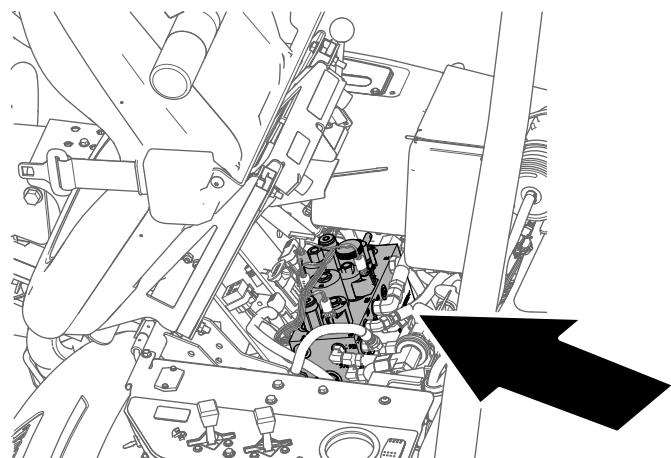

Рисунок 55
2. Откиньте сиденье оператора вперед и закрепите его опорной стойкой (Рисунок 55).